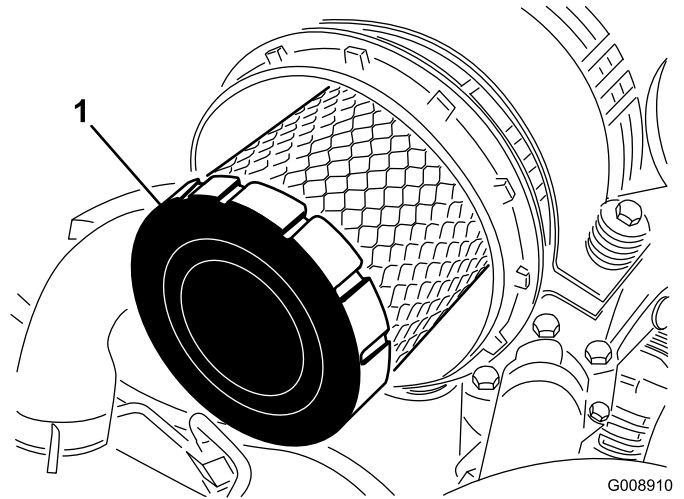

Figura 44
4. Retire y cambie el filtro primario (Figura 44).